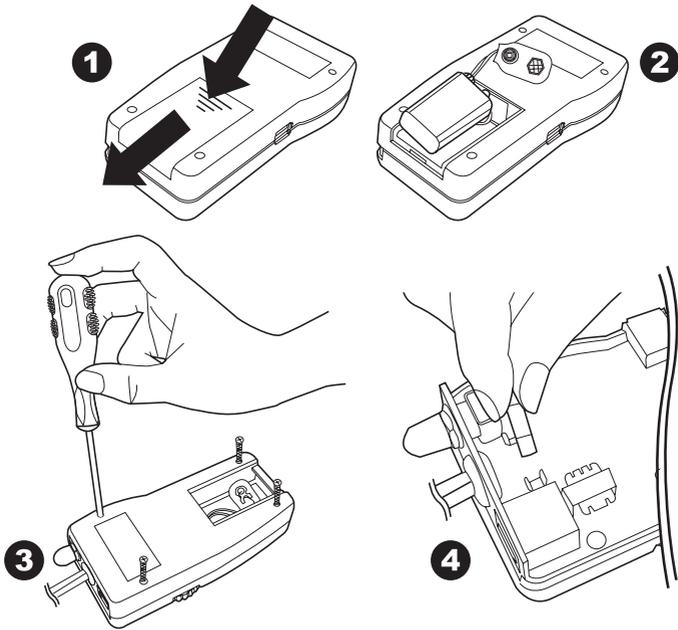

Figura 13 Cambio del fusible
Para cambiar el fusible, proceda como se indica a continuación y como se muestra en la Figura 13:
2. Abra la tapa para extraer con cuidado la pila como se muestra a continuación en la Figura 13.